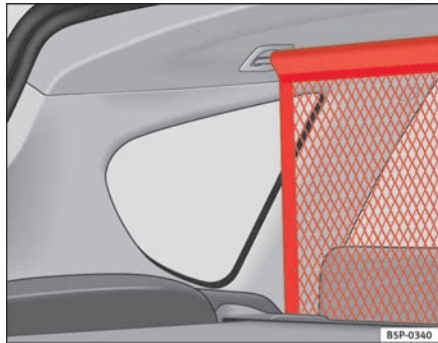

Abb. 125 Gepäckraumnetz
- Führen Sie das Netz von unten zwischen der Lehne und der aufrollbaren Ablage hindurch, und hängen Sie es in den Aufnahmen an der Decke ein, zuerst rechts dann links ⇒ Abb. 125.